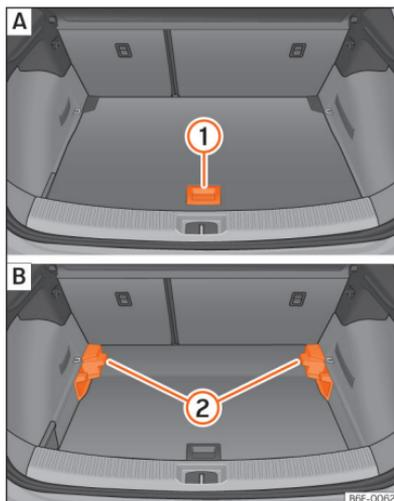

Fig. 147 Piso variável da bagageira: **A** posição alta; **B** posição baixa.
- Para passar da posição baixa para a alta, levante o piso pela pega »» Fig. 147 ①, puxe-o para trás até que a parte dianteira do piso baixe totalmente os suportes ②.
- Desloque o piso sobre estes para a frente até que chegue ao limite no encosto dos bancos traseiros e, de seguida, baixe o piso com a peça ①.
- Para passar da posição alta para a baixa, levante o piso pela pega »» Fig. 147 ①, puxe-o para trás até que a parte dianteira do piso baixe totalmente os suportes ②.
- Deixe cair a parte anterior contra o piso e empurre o piso para a frente até que atinja o limite no encosto dos bancos traseiros, baixando ao mesmo tempo o piso com a pega ①.
- Com o piso variável na posição alta, levante pela pega »» Fig. 147 ①, puxe-o e empurre para o encosto dos bancos traseiros até que o piso dobre pela linha da dobradiça e a parte móvel do piso assente sobre o mesmo.